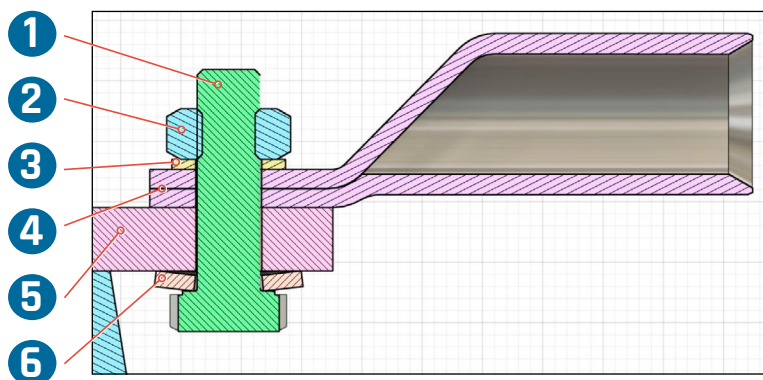

Abb. 21: Verschraubung AC-PE-N-Anschlussklemme
- Es ist der korrekte Aufbau der Verschraubung laut Abb. 21 zu beachten